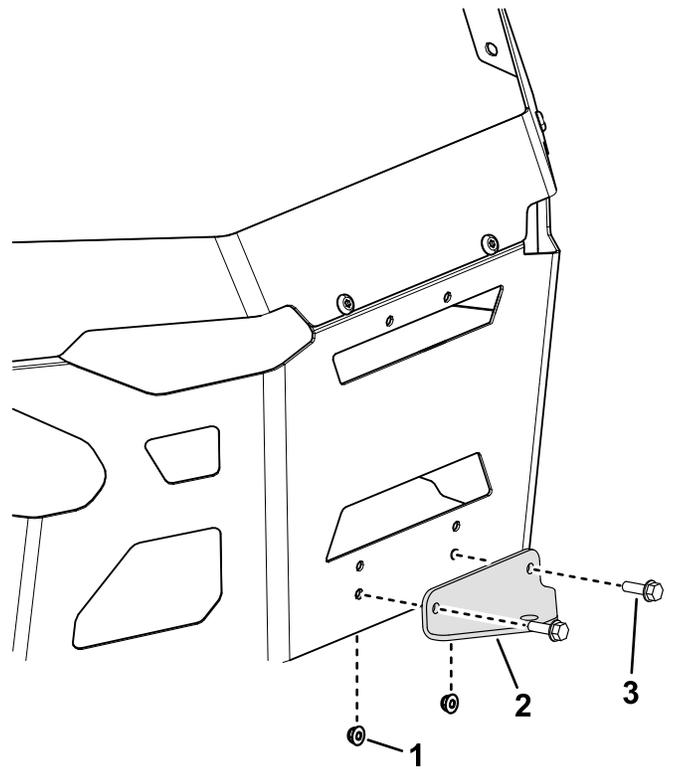

Figura 6
2. Retire os 2 parafusos existentes, as 2 porcas e o suporte do engate da parte inferior da proteção do motor (Figura 6).